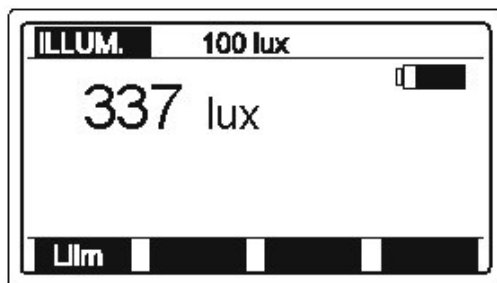

Fig. 84: Weergave van de lichtsterkte
- Verbind de 1A/1mA stroomtang en de universele testkabel met de Eurotest 61557 (zie fig. 84).
- Verbind de stroomtang en de spanningsmeetsnoeren met het testobject, zoals afgebeeld op fig. 84. Druk op de HELP-toets voor meer informatie.